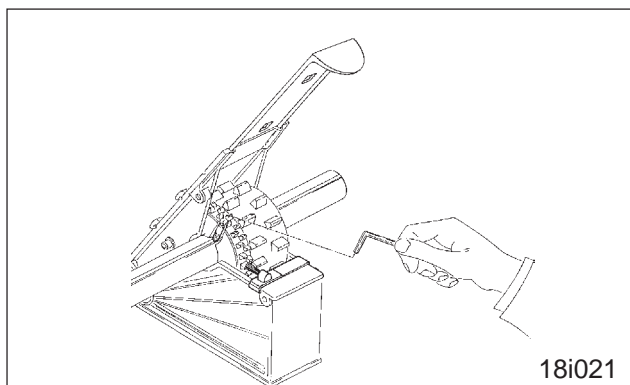

Fig. 18.28
- Alte Fahrgassensäräder (Fig. 18.28) an der Säwelle befestigen. Dazu ist der Gewindestift im Feinsärad so weit einzudrehen, bis das Särad von der Säwelle mit leichtem Verdrehspiel mitgenommen wird. Zu fest angezogene Gewindestifte verspannen die Säräder.